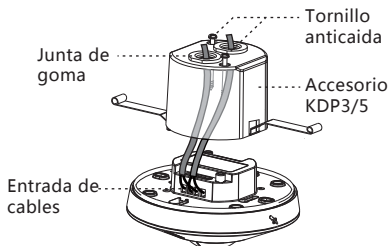

FIG.11
- Traspase la junta de goma del KDP3/5 con un destornillador y pase los cables a través de ella (Ver FIG.11).